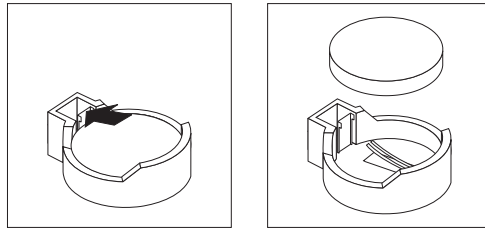

Figura 46. Soltando a bateria
- a. Utilize um dos dedos para pressionar a parte superior da presilha da bateria para direção oposta da bateria até que a bateria se solte do soquete para cima, conforme mostrado na Figura 46 na página 65.